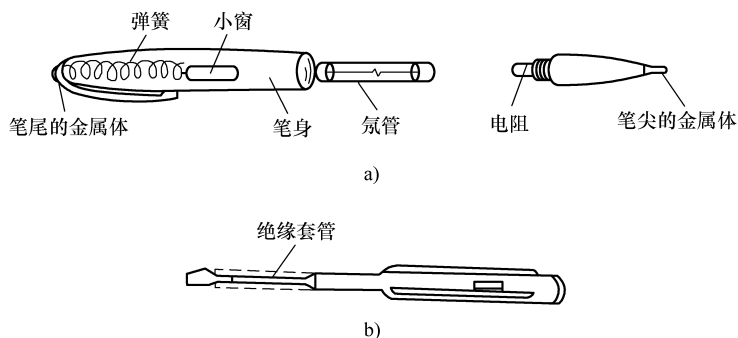

图 2-1 低压验电器
1) 低压验电器。低压验电器又称测电笔，有钢笔式或旋具式两种，见图 2-1。